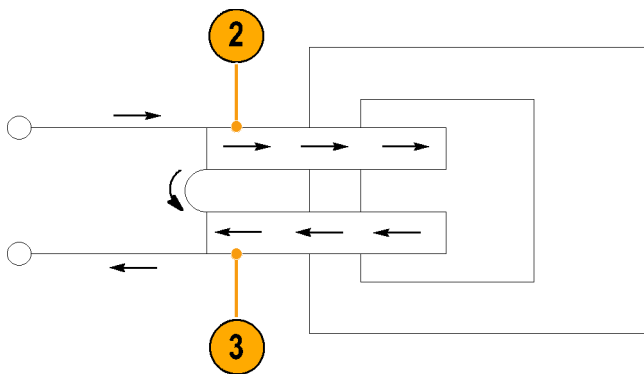

図 24: 基準コイルを使った巻数測定
3. 図のように、テスト・コイルと基準コイルの電流の方向が逆になるように、テスト・コイルを電流プローブに挿入します。(図 24 参照)。